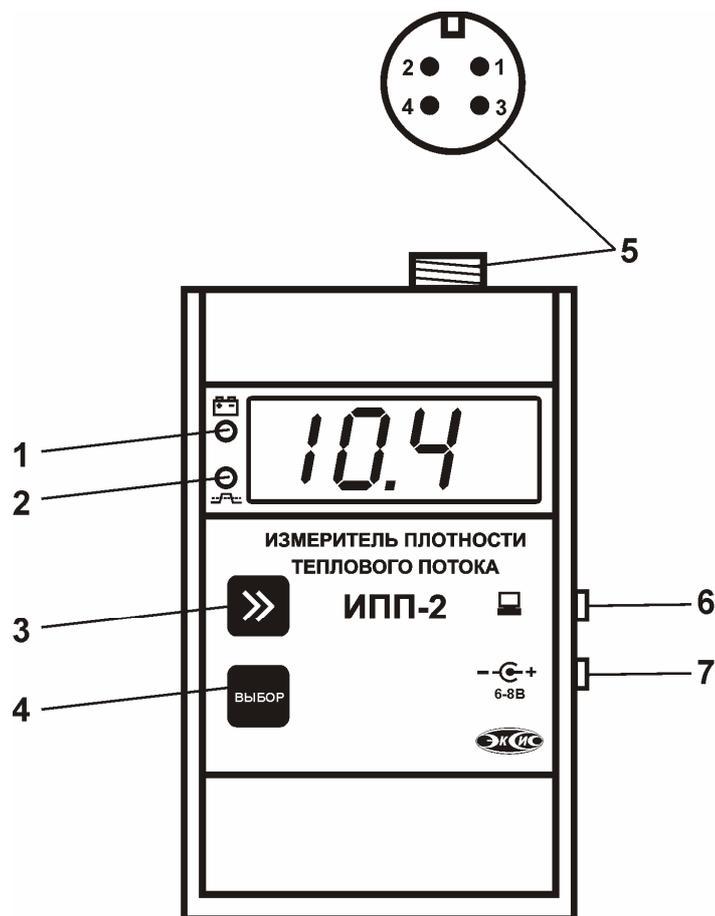

Рисунок 7 Внешний вид прибора
2.4.7.6 **Светодиодная индикация в режиме “РАБОТА”**. Светодиод позиции 1 (рисунок 7) индицирует состояние аккумуляторной батареи. В режиме заряда при подключенном сетевом адаптере светодиод горит постоянно до состояния 100% зарядки, затем гаснет. В режиме работы с
отключенным сетевым адаптером светодиод погашен, если батарея заряжена более чем на 10% и мигает в противном случае. Светодиод позиции 2 (рисунок 7) миганием индицирует нарушение порогов. В режиме “*SLEEP*” мигает точка в четвертом разряде семисегментного индикатора.
2.4.7.3 Данный режим позволяет настроить два порога, имеющиеся в приборе. Пороги – это верхняя или нижняя границы допустимого изменения соответствующей величины. При превышении измеряемого верхнего порогового значения или снижении ниже нижнего порогового значения прибор обнаруживает это событие и на индикаторе загорается светодиод позиции 2 (рисунок 7). При соответствующей настройке прибора нарушение порогов сопровождается звуковым сигналом.